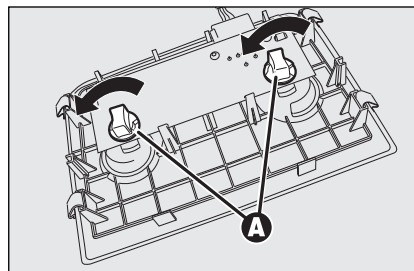

fig. 43
- draai de twee lamphouders **A-fig. 43** linksom, verwijder de lamp en vervang de lamp.